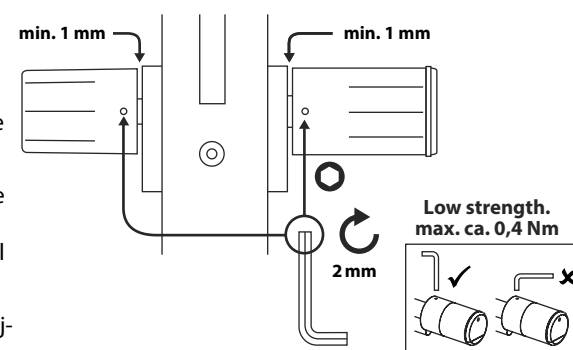

Afb. 5
- 5 Schroef de cilinder in de deur vast en duw de binnen- en buitenknoppen tot aan de deur (Afb. 5).